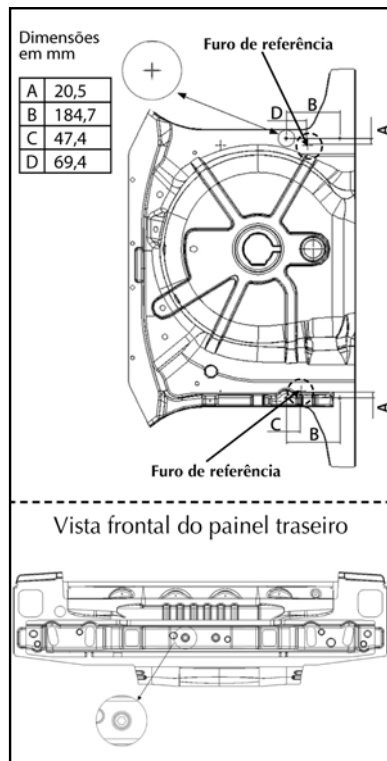

fig. 12
- Efetuar no veículo a furação com Ø (diâmetro) 11 mm traspassando o assoalho posterior (ver detalhe **A-fig. 11**) e a longarina nas marcas esquemáticas indicadas na **fig. 12**.